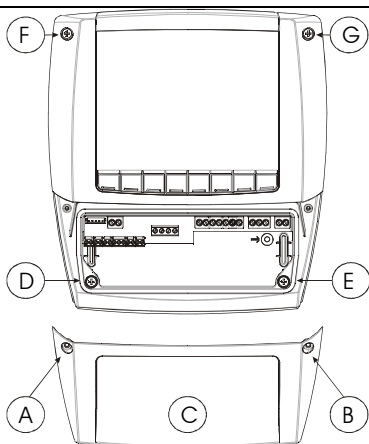

FIG. 1
1. Svitare le 4 viti (Fig. 1, A, B, F, G) ed rimuovere lo sportellino (Fig. 1, C).
2. Svitare le due viti (Fig. 1, D, E) che tengono unite le parti coperchio inferiore e frontale del CoolMate e separare le due parti.
7. Montare la parte frontale riutilizzando le 4 viti di Fig. 1, D, E, F, G. Non stringere esageratamente per non deformare la plastica.
2. Svitare le 4 viti frontali (Fig. 1, A, B, F, G) ed rimuovere lo sportellino (Fig. 1, C).
3. Svitare le due viti (Fig. 1, D, E) che tengono unite il fondo e il frontale del Cool Mate e separare le due parti.
7. Unire il fondo e il frontale, con il pannello nel mezzo, fissando il tutto con le 4 viti (dimensioni 4x35 mm) precedentemente tolte, nei fori di Fig. 1, A, B, D, E. Spessore massimo pannello: 6mm.